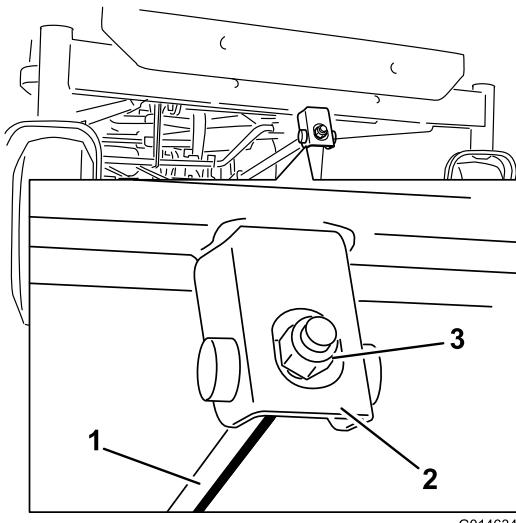

Bild 65
6. Drehen Sie für das Einstellen der Schnittmesserneigung in Längsrichtung die Einstellmutter vorne am Mähwerk (Bild 65).